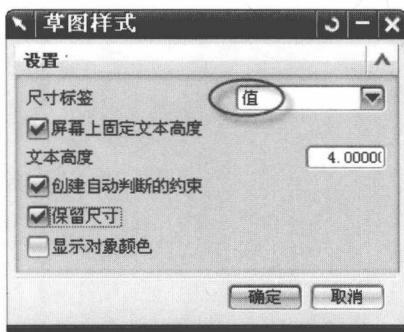

图 1-32 【草图样式】对话框
(8) 改变尺寸标签。选择菜单中的【草图】(Sketch) | 【草图样式】(Sketch Style) 命令，系统出现【草图样式】对话框，在【尺寸标签】下拉列表栏中选择【值】，如图 1-32 所示。